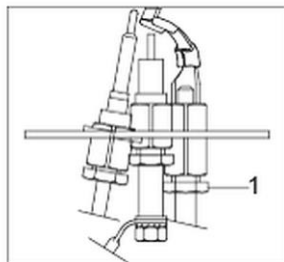

Fig. 8
1. Desserrez l'écrou de fixation (1, fig. 8).